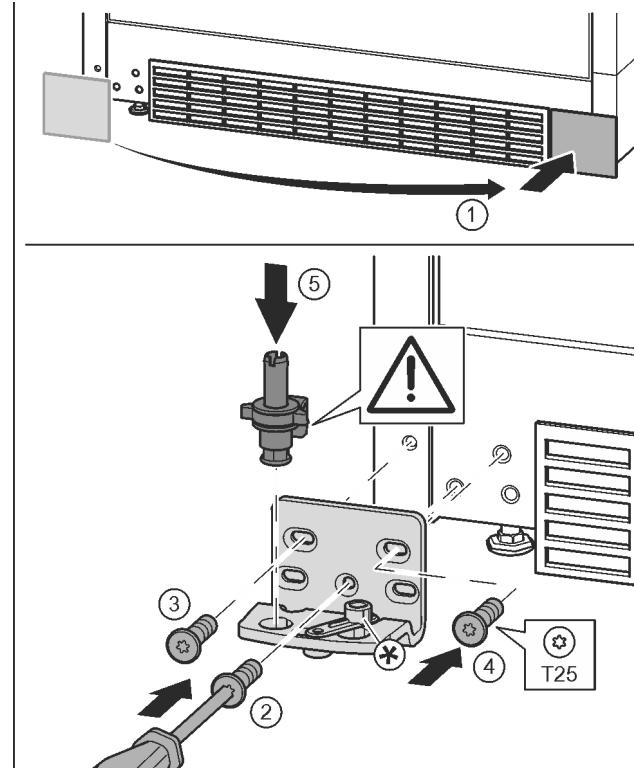

Fig. 18
- ▶ Skinite pokrov i postavite ga na drugoj strani. Fig. 18 (1)
- ▶ Postavite podložak ležaja na drugoj strani i zavijte pomoću odvijača T25. Započnite s vijkom 2 dolje u sredini. Fig. 18 (2)
- ▶ Pritegnite vijak 3 i 4. Fig. 18 (3, 4)
- ▶ Kompletno umetnite podložak ležaja. Pri tome pazite da je ispuštenje za blokiranje okrenuto prema otraga. Fig. 18 (5)